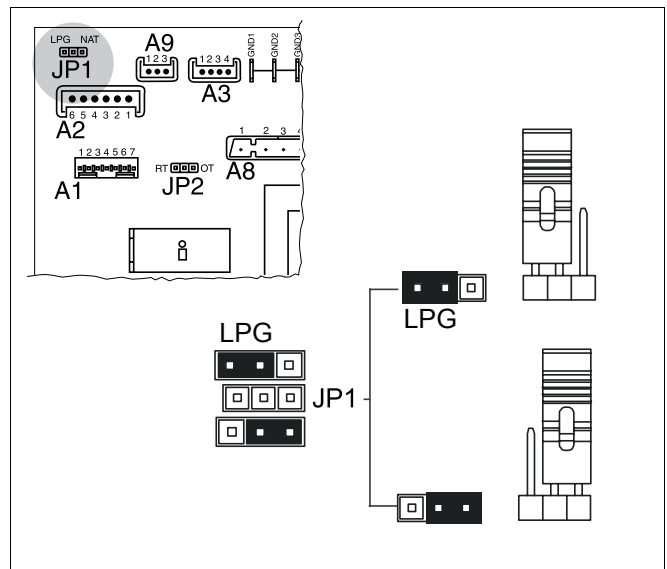

Fig. 49 Trecerea de pe gaz natural pe gaz lichefiat
- Introduceți jumperul JP1 (Fig. 49) pe placa de bază în poziția LPG.